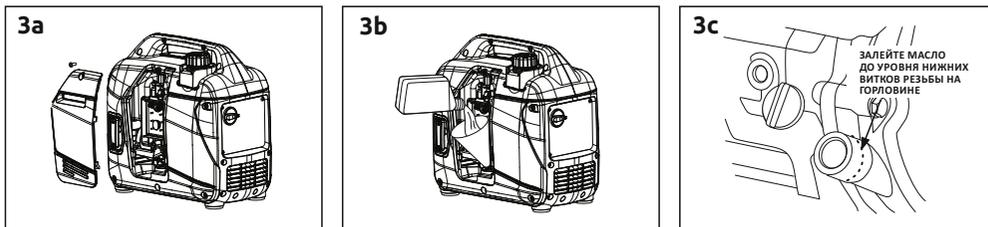

Рисунок 3 - Уровень масла
- Откройте панель для доступа к узлам двигателя (рис. 3а).
- Постепенно заливайте масло в отверстие, периодически проверяя его уровень (рис.3б). Уровень масла будет достаточным, когда он дойдет до резьбы на горловине картера (рис.3с).